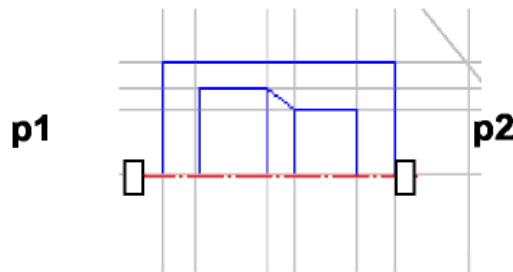

Рисунок 1.22. - Построение симметричного изображения
5) указать последовательно первую точку p1, а затем вторую p2 принадлежащих оси симметрии (рис. 1.22). Для завершения построений нажмите кнопку в Панели свойств